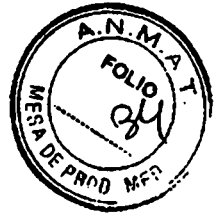

Figura 2. Neuroestimulador externo conectado al programador del médico.
3. Gire el neuroestimulador de manera que la clavija de salida esté situada tal como se muestra en la Figura 2.